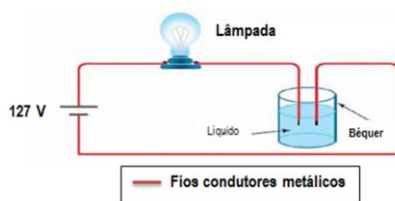

Figura 8: Montagem para verificação da condutividade elétrica
No laboratório o aparelho utilizado para medida da condutividade é o **condutímetro**, muito utilizado, por exemplo, na análise da qualidade da água, já que é possível relacionar a presença de minerais na água através da condutividade que ela apresenta. Vários tipos de montagens podem ser construídas para estudar, experimentalmente, a condutividade elétrica das soluções. A Figura 8 mostra um tipo de montagem, com dois fios elétricos, uma lâmpada, um suporte para a lâmpada, dois eletrodos, um plug e um recipiente para colocar as soluções a serem analisadas.
- a) De acordo com a montagem da Figura 8, para verificação da condutividade, conectar uma lâmpada incandescente 7 W e ligar o aparelho na tomada numa corrente de 127 V. É importante que não se deixe uma ponta do eletrodo encostar na outra ponta.